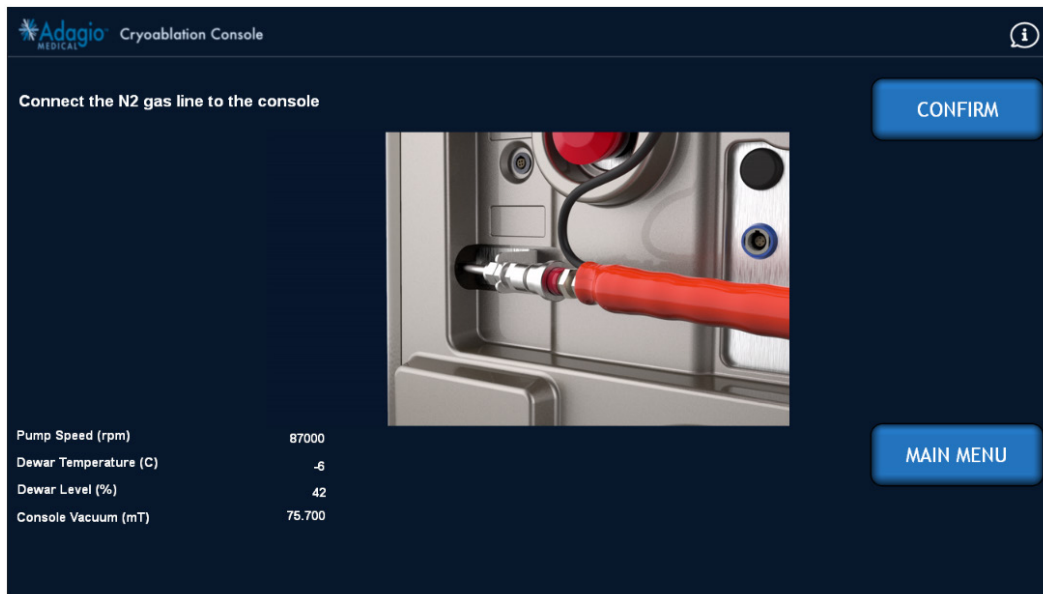
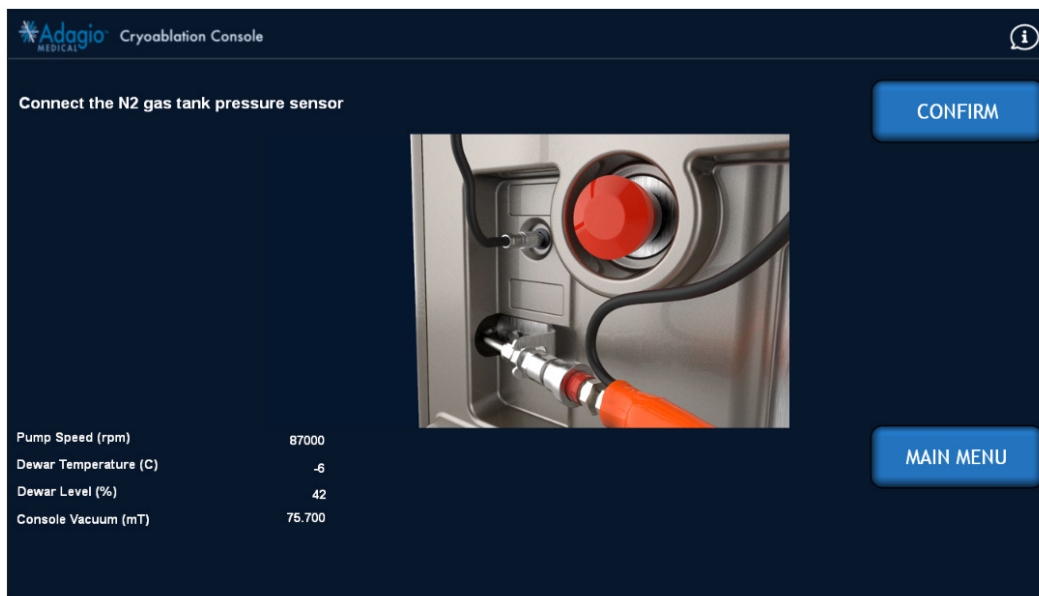

Abbildung 69 – Bildschirmanzeige: N2-Gasleitung an die Konsole anschließen
Abbildung 70 – Bildschirmanzeige: N2-Gastank-Drucksensor an die Konsole anschließen
2. **Die N2-Gasleitung an der Rückseite der Konsole anschließen.** Wie in Abbildung 69 und der Animation auf dem Bildschirm gezeigt, den druckbeaufschlagten N2-Gasversorgungsschlauch an den Schnellsteckanschluss an der Rückseite der Konsole anschließen. Dann den Stecker des Tankdruck-Transducers an die entsprechende Buchse anschließen (Abbildung 69 und Abbildung 70). Wenn alle Schritte ausgeführt sind, „CONFIRM“ (Bestätigen) auswählen.
3. **Den N2-Gastank-Drucksensor an die Konsole anschließen** (Abbildung 70) und danach „CONFIRM“ (Bestätigen) auswählen. Die Verbindung nicht gewaltsam herstellen. Vor dem Einstecken sicherstellen, dass die Stifte des Steckers korrekt auf die entsprechenden Aufnahmeöffnungen ausgerichtet sind.